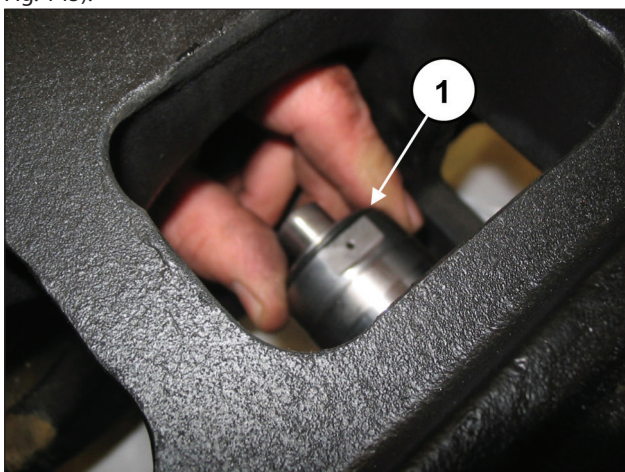
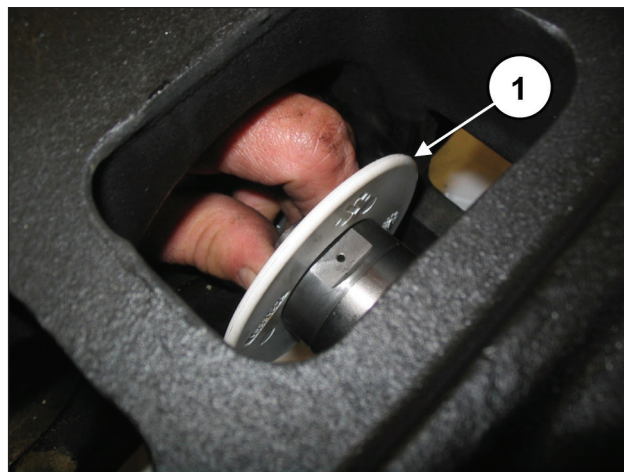

Fig. 144
Fig. 145
Posizionare il paraspruzzi completo di O-ring nell'alloggiamento sul guida pistone (pos. ①, Fig. 144 e Fig. 145).